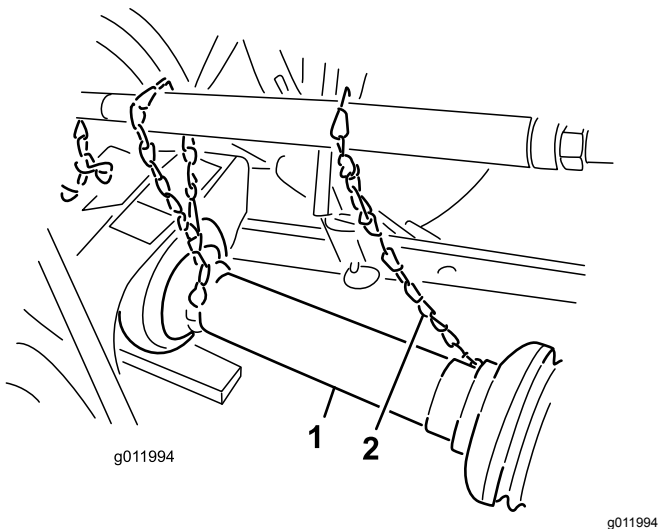

Figura 7
5. Ligue as correntes de segurança da proteção entre as secções do veio de alimentação aos cliques soldados nos braços de articulação ou resguardos da PTO (Figura 7).